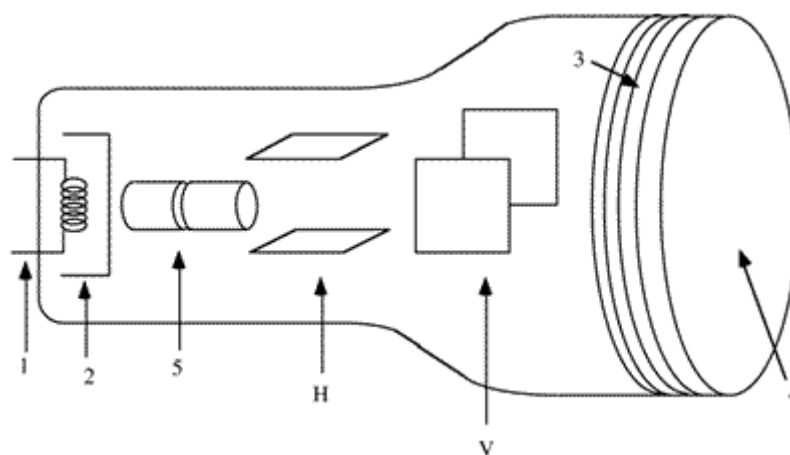

Figura 2.3.- Esquema de un tubo de rayos catódicos.
El tubo de rayos catódicos está formado por una ampolla de cristal, de la forma indicada en la figura 2.3 , dentro de la cual hay un vacío muy elevado. En su interior tenemos un filamento (1), que calienta a un cátodo (2) que emite electrones (Efecto Edison). Estos electrones son atraídos por un ánodo (3), que se encuentra situado lateralmente, arrollado en espiral, en el otro extremo del tubo y a una diferencia de potencial respecto al cátodo del orden de 10.000 a 25.000 voltios. Los electrones atraviesan varios elementos (5,H,V) que modifican su dirección y velocidad antes de ser atraídos por este ánodo en la parte frontal del tubo (4), la cual es plana y está recubierta interiormente de un material fluorescente, que emite luz al ser bombardeado por los electrones. En su camino hacia el ánodo, el electrón se encuentra una rendija cilíndrica (5 izquierda), positiva respecto al cátodo, que lo acelera en mayor o menor proporción según el potencial aplicado y cuyo valor se regula con el mando de "brillo", del osciloscopio (fig.2.40, 2). Con esto se logra que los electrones lleguen con más ó menos velocidad a la pantalla. Normalmente existe la posibilidad de modular o variar esta tensión de acuerdo con otra externa. Para ello existe una conexión indicada con la letra Z, que desempeña el papel de tercera dimensión.